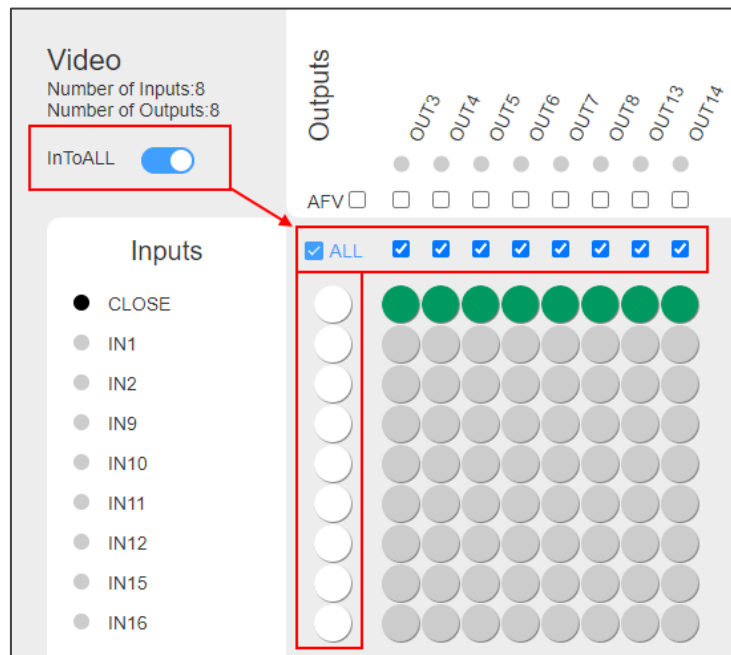

図32 : Routing Settings ページ - InToALL 有効
すべての出力をオフにするには、**InToALL** をクリックし、CLOSE に対応する ALL チェックボックスの下の円をクリックします (図32)。
-  すべての出力をオフにするには **InToALL** をクリックし、CLOSE に対応する ALL チェックボックスの下の円をクリックします (図32)。